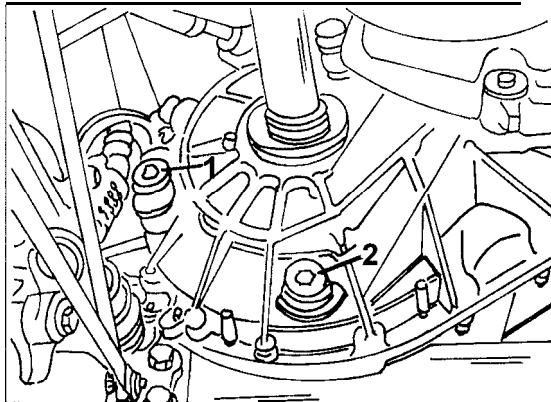

Bild 259
Zur Kontrolle des Ölstandes den Stopfen aus der Seite des Getriebes an der in Bild 259 gezeigten Stelle (1) herausschrauben (Innensechskantschlüssel) und mit dem eingesetzten Zeigefinger kontrollieren, ob das Öl bis zur Unterkante der Einfüllbohrung steht. Falls erforderlich, Getriebeöl mit einer Handpumpe einfüllen. Immer Öl benutzen, welches den Vorschriften von MB entspricht.
Um das Getriebeöl zu wechseln, sollte man das Fahrzeug einige Kilometer fahren, damit sich das Öl erwärmen kann. Einen geeigneten Behälter mit einer Aufnahmemenge von ca. 2,5 Liter unter das Getriebe untersetzen (Fahrzeug auf Böcken) und die Schraube (2) in Bild 259 mit einem Innensechskantschlüssel herausdrehen. Zur Beschleunigung des Entleerens sollte man die Öleinfüllschraube bereits jetzt herausdrehen. Das Öl gut ablaufen lassen. Am besten ist es, wenn Sie das Fahrzeug eine Weile stehen lassen.